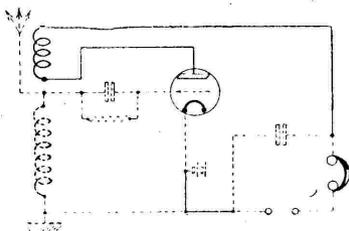

Fig. 2.
b) Branchez la haute tension, coupez la basse tension. Un fort claquement doit être entendu au téléphone, provoqué par la charge du condensateur C (fig. 2). Pas de claquement veut dire coupure dans le circuit en trait fort de la figure 2. Souvent, c'est le condensateur. Si le claquement est très fort et suivi de crépitements, c'est